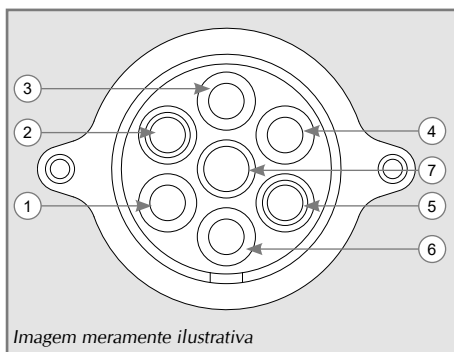

Figura 1
Para utilização do TR 1500 verifique a conexão da tomada elétrica de 12 V com a bateria do trator, para o esquema de ligação correto, conforme Figura 1.
- ✓ Antes de engatar a carreta do TR 2000 em qualquer automóvel verifique a indicação da capacidade de carga do suporte do automóvel e compare se é compatível com o peso da máquina. Antes de conectar a carreta a um automóvel, posicione ambos em um terreno plano, mantendo observadores e crianças afastados. Antes de ligar a tomada de 12 V da carreta em um automóvel, verifique a conexão da tomada elétrica e o esquema de ligação, consulte a Figura 1 na página 11 para o esquema de ligação correto. Danos ocasionados por ligação incorretas não são cobertos em garantia.